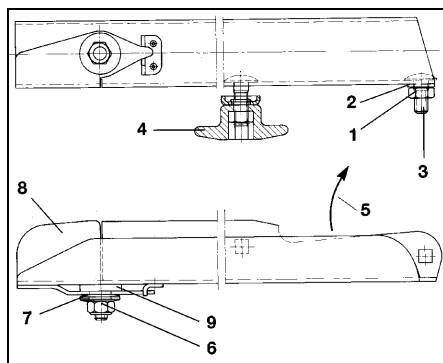

Fig. 38
- Lossa den självlåsande muttern (Fig. 38/1).
- Demontera brickan (Fig. 38/2 och skruven (Fig. 38/3).
- Lossa vingmuttern (Fig. 38/4) och byt spridarvinge.
- Den självlåsande muttern (Fig. 38/1) ska vara så åtdragen att spridarvingen går att vrida för hand.
Se till att spridarvingen blir korrekt monterad. Den öppna sidan av den u-formade spridarvingen ska peka mot rotationsriktningen (Fig. 38/5).